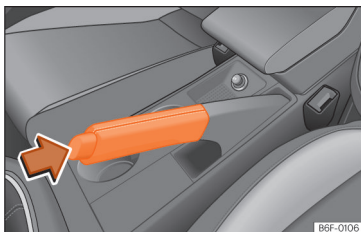

Fig. 162 Travão de mão entre os bancos dianteiros.
- Puxe a alavanca do travão de mão com força para cima »» **Fig. 162.**
- Puxe a alavanca um pouco para cima, pressione o botão de desbloqueio no sentido da seta »» **Fig. 162** e faça descer completamente a alavanca »» .